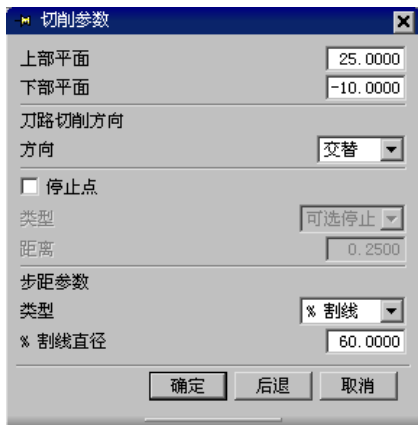

图 8.2.26 “切削参数”对话框
Step2. 在“切削参数”对话框中, 设置图 8.2.26 所示的参数, 单击  按钮, 完成切削参数的设置, 并返回到“顺序内部修剪”对话框。